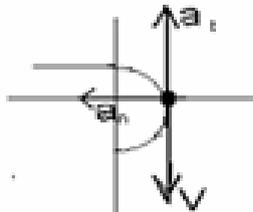

Рис. 2
2. Рис. 2
2. Рис. 2	Б. Неподвижная опора